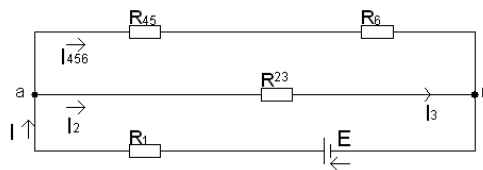

рис. 2
2.3. Эквивалентный резистор для последовательно соединенных R_{45} и R_6 (рис.2):
2.4. Эквивалентный резистор для параллельно соединенных (рис.2) резисторов R_{456} и R_{23} :
4.3. Токи резисторов R_2 и R_3 (схема рис. 2)
4.4. Ток через резистор R456 (схема рис. 2)